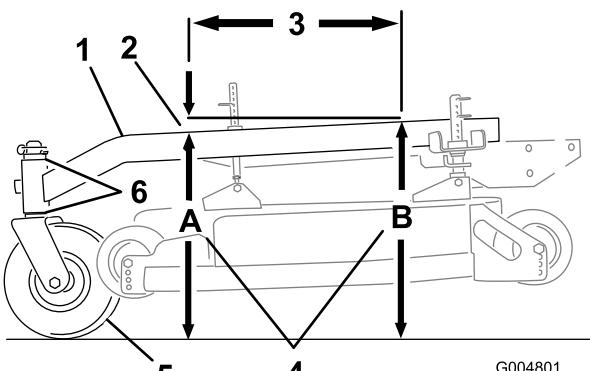

Figure 80
L'inclinaison avant/arrière du bâti porteur doit être comprise entre 3 mm (1/4 po) et 9 mm (3/8 po) sur 61 cm (24 po) de sa longueur (Figure 80).
- Mesurez 61 cm (24 po) sur le bâti porteur (Figure 80).
- Mesurez la hauteur du bâti porteur au point **A** (Figure 80).
- Mesurez la hauteur du bâti porteur au point **B** (Figure 80).
- La hauteur au point **A** doit être inférieure de 3 à 10 mm (1/8 à 3/8 po) par rapport au point **B** (Figure 80).
- Si ce n'est pas le cas, déplacez les entretoises des roues pivotantes de manière à obtenir l'inclinaison voulue de 3 à 10 mm (1/8 à 3/8 po) (Figure 80). Déplacez les entretoises en haut ou en bas pour corriger l'inclinaison.